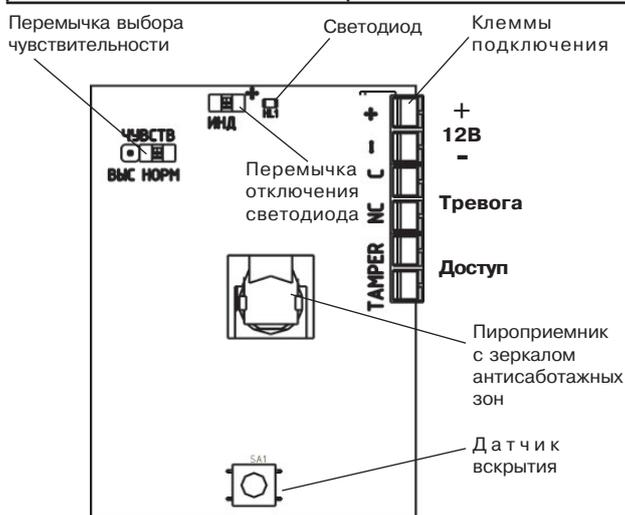

Рисунок 5 - Печатная плата
- Установите переключки (рисунок 5) в соответствии с конкретными условиями применения.